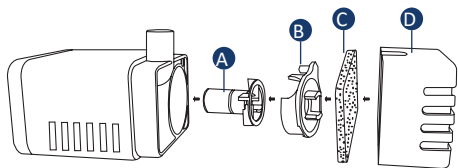

Figure 1
**Nettoyage de la pompe:** Pour nettoyer la pompe, écarter d'abord les deux moitiés du boîtier (Figure 1). Cela peut se faire au moyen d'un effort manuel prudent. Puis enlever soigneusement le couvercle de l'hélice et nettoyer l'intérieur avec de l'eau propre. Assemblez soigneusement les deux moitiés sont à nouveau. Puis réunissez délicatement les deux moitiés du boîtier à nouveau.